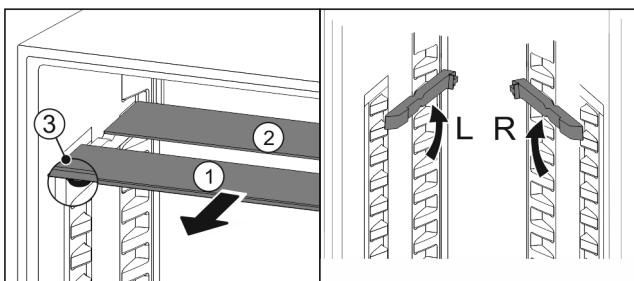

Fig. 25
- ▶ Издърпайте Fig. 25 (1) поотделно стъклените площи напред.
- ▶ Стъклената плоча Fig. 25 (1) с декоративната лайстна е отпред.
- ▶ Ограничителите Fig. 25 (3) сочат надолу.